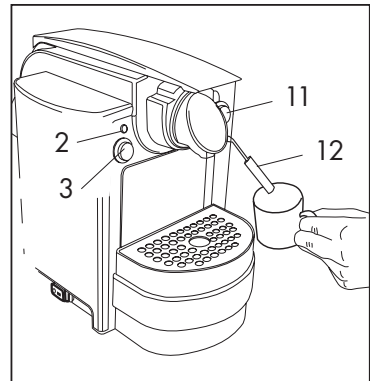

Abb. 11
- Dampftaste (**Abb. 11**) drücken; nach einige Sekunden tritt Dampf aus der Lanze heraus
- Die Tasse zur Hälfte mit kalter Milch füllen und die Dampfzange in die Milch tauchen, bis die Tasse mit Schaum gefüllt ist (**Abb. 11**)
- Drücken Sie die Dampftaste und halten Sie sie gedrückt bis die Tasse mit der gewünschten Menge gefüllt ist (**Abb. 11**)